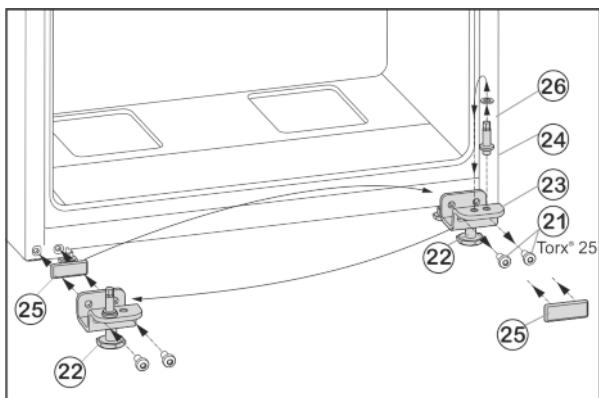

Fig. 8
- ▶ Викрутіть гвинти кріплення Fig. 8 (21).
- ▶ Зніміть нижній опорний кронштейн Fig. 8 (23) разом із гвінтом Fig. 8 (24), шайбою Fig. 8 (26) та установочною ніжкою Fig. 8 (22).
- ▶ Відкрутіть гвинт Fig. 8 (24) разом із шайбою Fig. 8 (26), переставте їх у протилежний отвір опорного кронштейна та знову закрутіть.
- ▶ Обережно зніміть кришку Fig. 8 (25) і переставте її на протилежний бік.
- ▶ Знову прикрутіть нижній опорний кронштейн Fig. 8 (23) разом із гвінтом Fig. 8 (24), шайбою Fig. 8 (26) та установочною ніжкою Fig. 8 (22) на новий бік шарніра (з **моментом 4 Нм**), у разі необхідності скористайтеся пристроєм для електричного закручування гвинтів.
- ▶ Встановіть дверцята зверху на опорний гвинт Fig. 8 (24).
- ▶ Викрутіть установочну ніжку Fig. 8 (22) на нижньому опорному кронштейні Fig. 8 (23), доки він не буде опирається на підлогу.